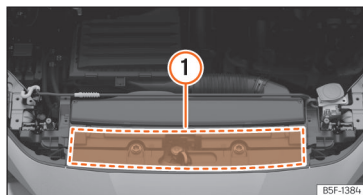

Fig. 178 No compartimento do motor: zona de localização da etiqueta de óleo do motor
»» **Fig. 178** ①. Se utilizar o óleo do motor recomendado, é possível corrigir o nível do enchimento tantas vezes quantas forem necessárias.